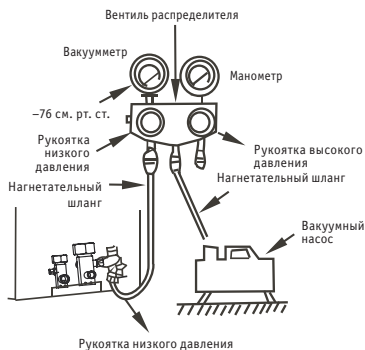

Рис. 4-4
- Удаление воздуха при помощи вакуумного насоса (рис. 4-4). (Порядок использования манометрического коллектора смотрите в инструкции по эксплуатации манометрического коллектора)
- Удаление воздуха при помощи вакуумного насоса (рис. 4-4). (Порядок использования манометрического коллектора смотрите в инструкции по его эксплуатации).